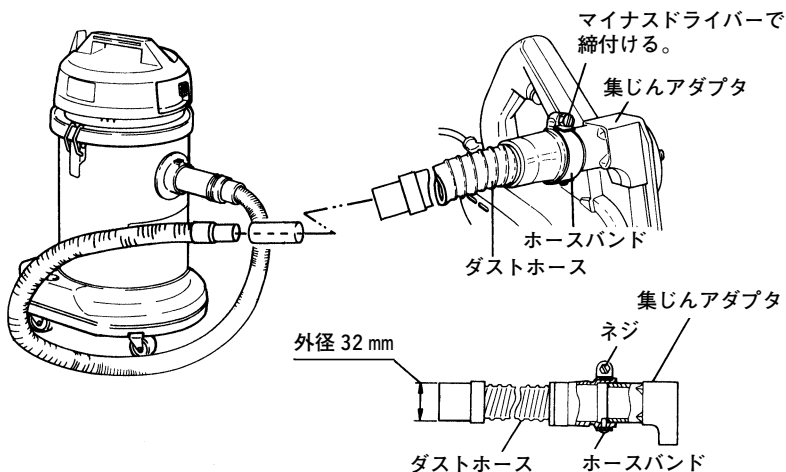

図 26
取付け後、ネジをマイナスドライバーで締付けます。(図 26)
(2) ダストホースの反対側 (外径 32 mm) を集じん機のホースに差し込み、接続します。(図 26)